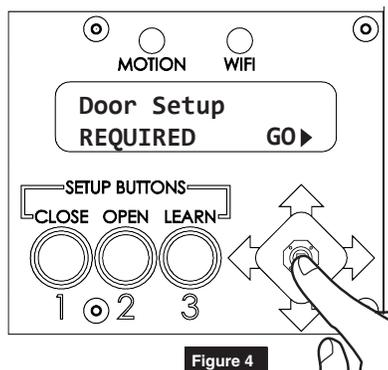

Figure 4
1. Sélectionner GO dans le menu Configuration de porte REQUISE en poussant la manette vers la droite. (Figure 4)